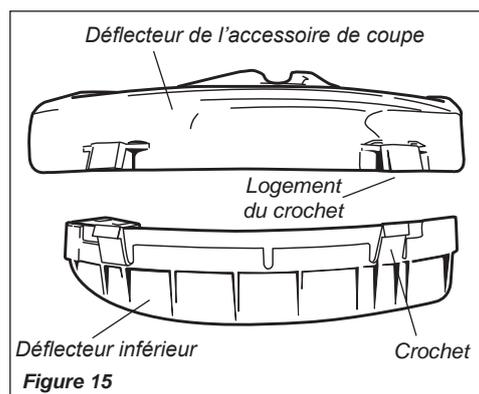

Figure 15
1. Fixer le déflecteur inférieur sur le déflecteur de l'accessoire de coupe. Voir la figure 15.